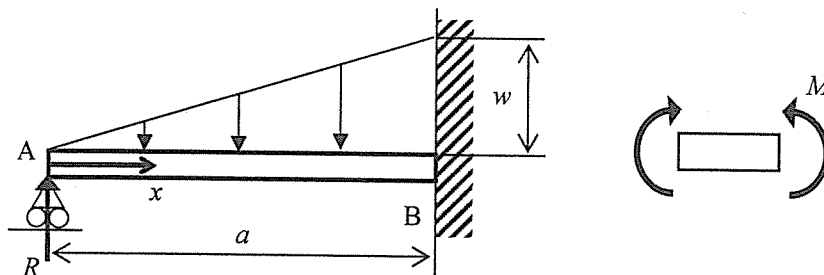

図4
Ⅳ 図4に示す長さ a 、断面二次モーメント I 、縦弾性係数 E の、真直で一様な不静定はり AB を考える。はりの左端 A を移動支点、右端 B を固定支点で支持され、左端で 0、右端で単位長さあたり w に直線的に変化する三角形分布荷重が作用するとき、次の (1) ~ (5) について答えよ。ただし、座標軸は左端 A に原点を置き、はりに沿って座標 x をとり、 x 軸に垂直に下向きに座標 y をとる。断面形状は中立軸に対して上下対称であり、はりの変形は、はりの長さに比べて十分に小さい。
- (1) 支点 A での反力を R (上向き正) として、座標 x におけるはり横断面に作用する曲げモーメント M を x 、 a 、 w 、 R を用いて答えよ。ただし M は図に示す方向を正とする。
- (2) はりの高さを h として、固定端 B でのはりの上下表面に曲げにより生じる応力の絶対値 σ_B を a 、 w 、 R 、 I 、 h を用いて答えよ。
- (3) たわみ曲線を求めるための境界条件を全て答えよ。
- (4) 支点 A での反力 R を a 、 w を用いて表せ。
- (5) 左端 A でのたわみ角 θ の大きさを答えよ。